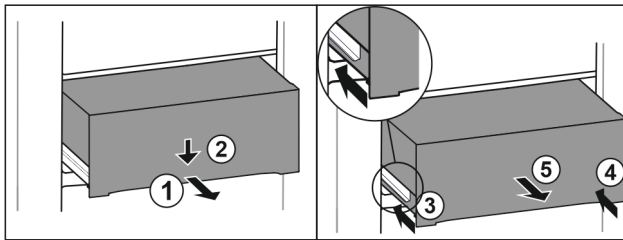

Fig. 77
- ▶ 将抽屉拉出一半。 Fig. 77 (1)
- ▶ 朝下按压正面的抽屉。 Fig. 77 (2)
- ▶ 将左侧轨道推入大约 2 cm。 Fig. 77 (3)
- ▶ 将右侧轨道推入大约 2 cm。 Fig. 77 (4)
- ▶ 朝前取出抽屉。 Fig. 77 (5)